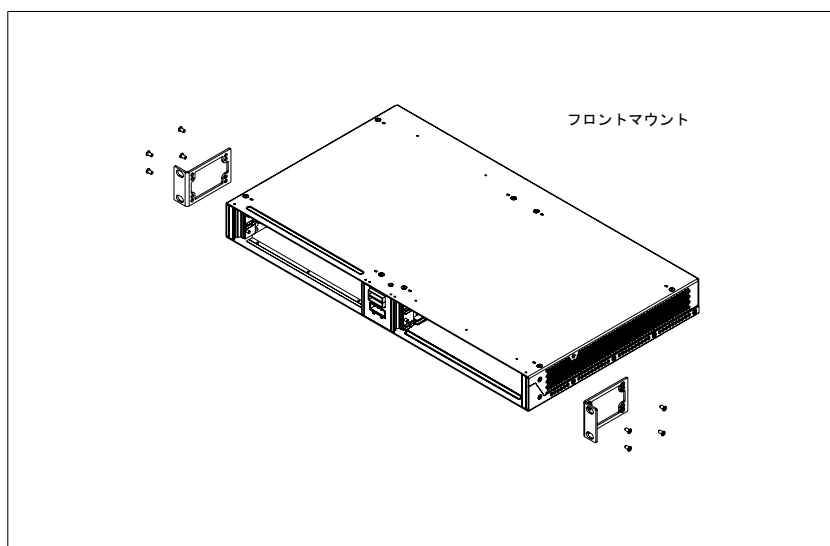

図 1-4 フロントマウント
1. ブラケットを適切な位置に合わせます (図 1-4 参照)。